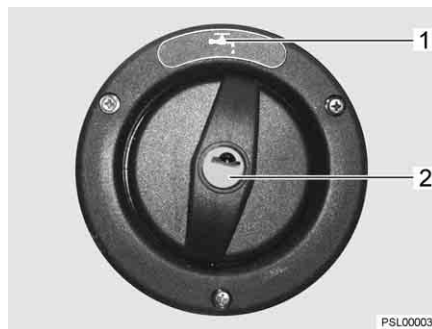

Fig. 231 Couvercle de fermeture pour bec de remplissage d'eau potable
Le bec de remplissage d'eau potable est désigné par le symbole "☞" (Fig. 231,1). Le couvercle de fermeture est ouvert et verrouillé à l'aide de la clé pour les serrures extérieures.
- Insérer la clé dans le barillet (Fig. 231,2) et la tourner d'un quart de tour dans le sens inverse des aiguilles d'une montre.